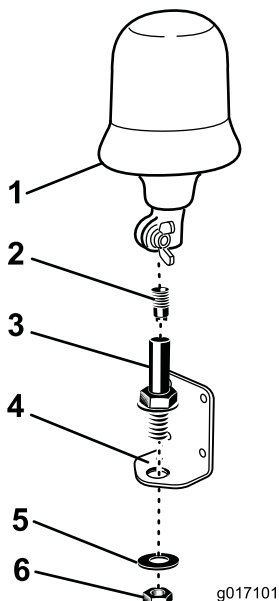

Figure 4
- Montez le gyrophare sur son support (Figure 4).
- Branchez le gyrophare à la prise et serrez l'écrou à oreilles (Figure 4).
- Retirez le connecteur de gyrophare de la prise (Figure 4).